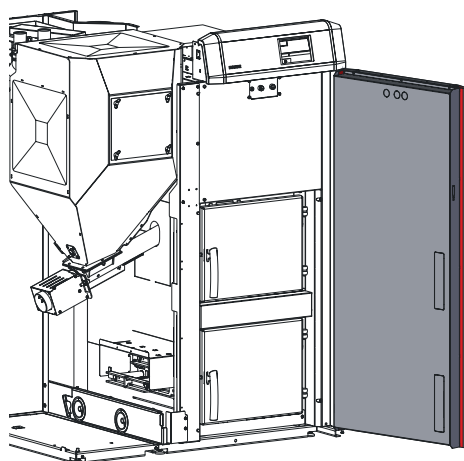

Fig. 77 Agganciare la porta di contenimento in alto e in basso
- ▶ Infilare la porta di contenimento nel cuscinetto della porta in alto e agganciarla in basso – Fig. 77.